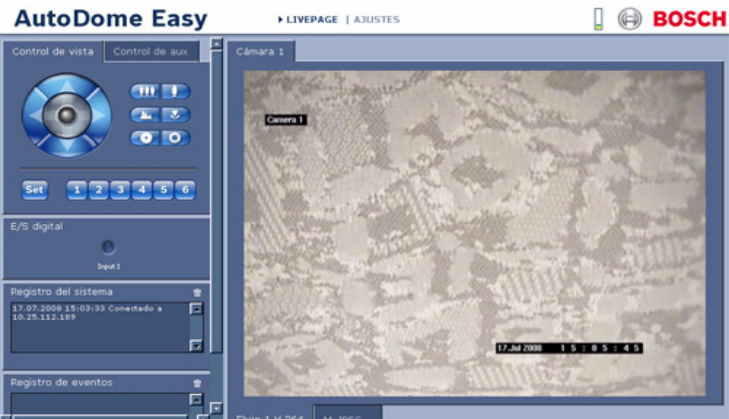

Figura 12.5 Ejemplo de visualización de texto
4. Haga clic en el enlace Livepage en la parte superior de la interfaz Web de AutoDome Easy IP (consulte la Figura 12.5 a continuación). AutoDome Easy IP muestra la selección del usuario.